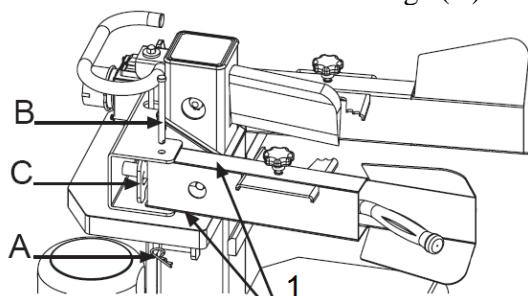

Fig.6 : (1) mettre de la graisse
1. Tirez la tige à ressort (A) pour enlever la tige de verrouillage (B) (voir le fig.6) Appliquez une mince couche de graisse (1) sur les deux surfaces de la protection des leviers de commande comme illustrée.